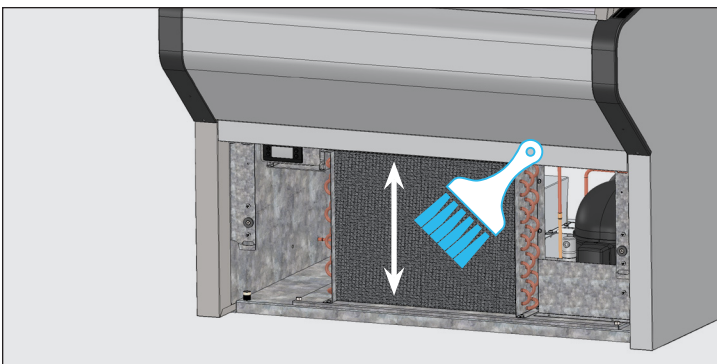

Fig. 3. Ne brossez jamais en travers des ailettes du serpentin.
4. Retirez soigneusement des ailettes avant du serpentin du condenseur les salissures accumulées avec une brosse à soies dures. Voir fig. 3.